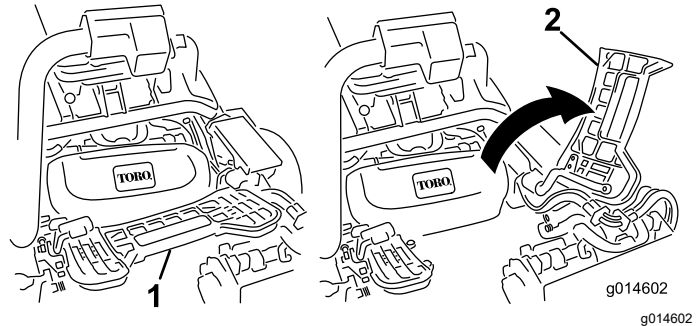

Bild 51
2. Heben Sie die Fußplattform an und schwenken Sie sie in die geöffnete Stellung, um die Stellung das mittlere Mähwerk zugänglich zu machen (Bild 51).